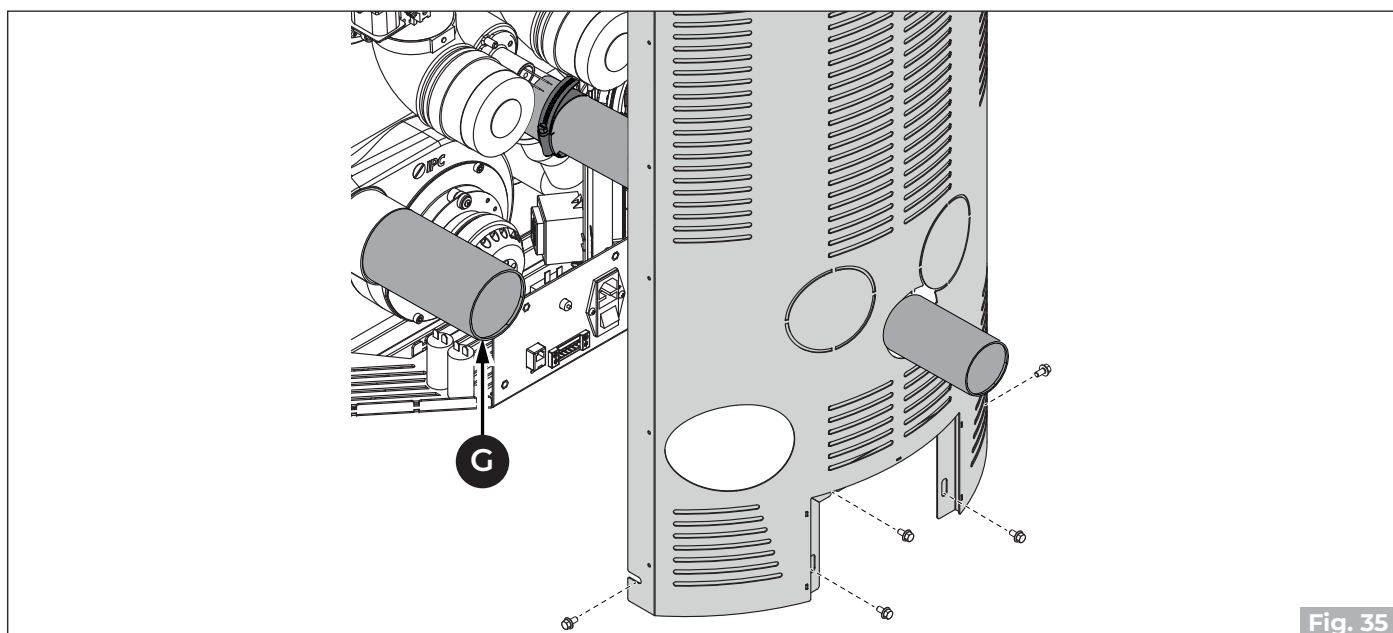

Fig. 35
- Conectar el tubo salida humos (G) ("Fig. 35").